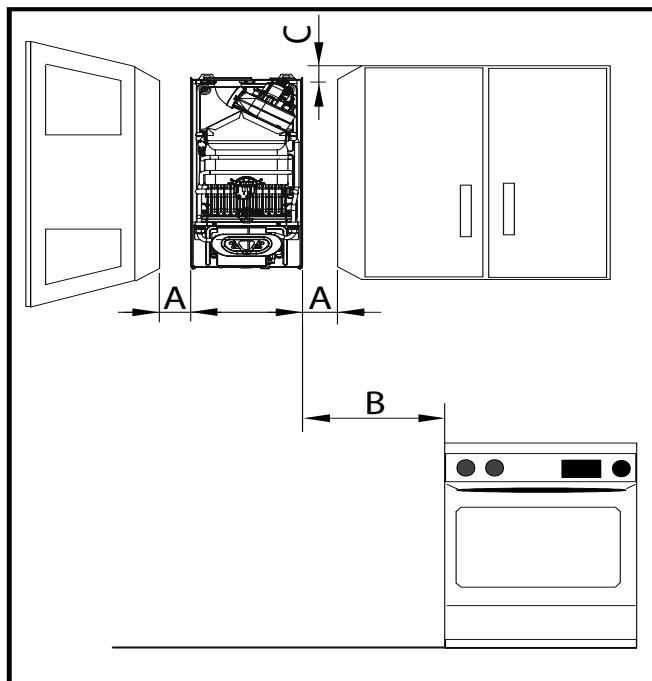

fig. 7 - Distancias mínimas
- 1 - Abra el embalaje,dentro encontrará la plantilla de montaje.Situela en la pared a la altura apropiada (**verificar las distancias,ver fig.7**) asegurandose de que la plantilla esté lo mas horizontal posible ( utilizar un nivel ).